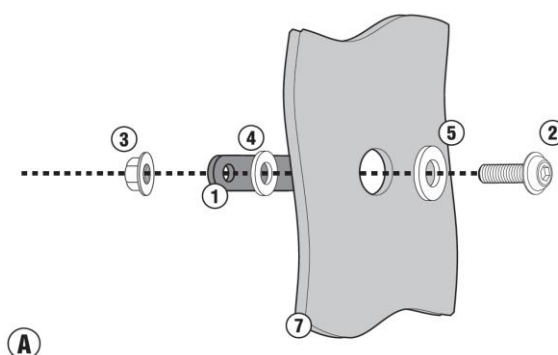

図 3
※ ①サポート（左右）、⑦スクリーンに対する②③④⑤各部品の組み付け順序につきましては、次ページ図 3 を参照してください。